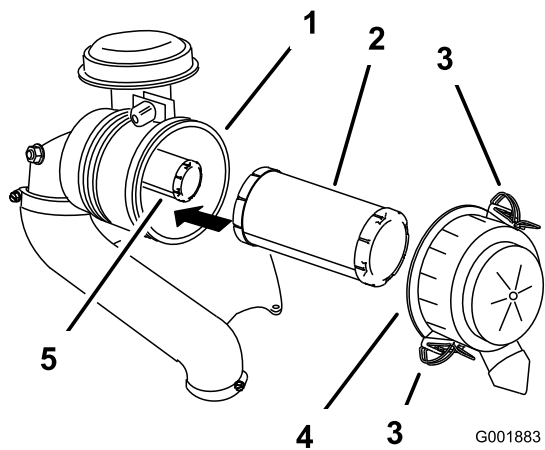

Bild 41
3. Lösen Sie die Riegel am Luftfilter und ziehen Sie die Luftfilterabdeckung vom Luftfiltergehäuse ab (Bild 41).
- Schieben Sie den Hauptfilter vorsichtig aus dem Luftfiltergehäuse heraus (Bild 41).
- Wenn Sie den inneren Filter auswechseln, schieben Sie ihn vorsichtig in das Filtergehäuse (Bild 41).
- Schieben Sie den Hauptfilter vorsichtig auf den Sicherheitsfilter (Bild 41).
- Bringen Sie die Luftfilterabdeckung an und befestigen die Riegel (Bild 41).